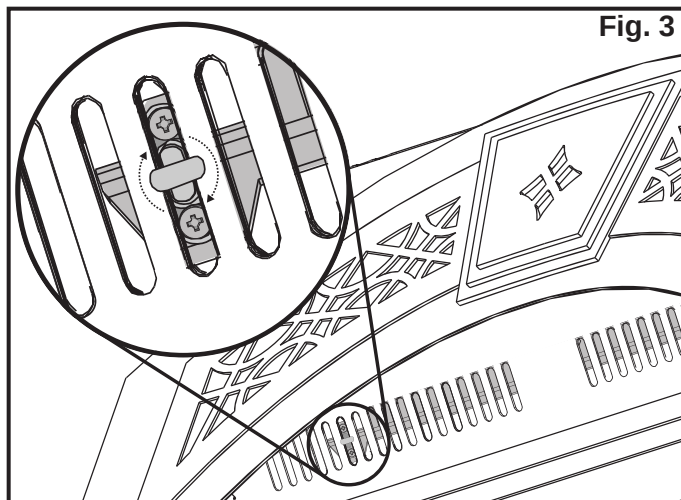

Fig. 3
3. Lift and hook the faceplate over the spacers, and push the top of the faceplate back until it comes in contact with the base of the turn button. To secure the faceplate simply turn the head of the turn button to the horizontal position. (Fig. 3)
3. Soulevez et accrochez la façade sur les espaceurs et poussez le haut de la façade jusqu'à ce qu'elle fasse contact avec la base du bouton tournant. Pour fixer la façade, tournez simplement la tête du bouton tournant à l'horizontal. (Fig. 3)